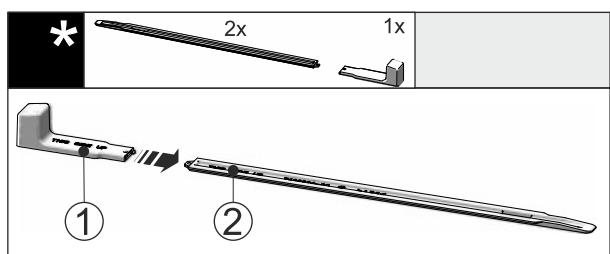

Fig. 50
- ▶ Postavite montažnu ručku Fig. 50 (1) na šinu za Fig. 50 (2) niveliiranje.